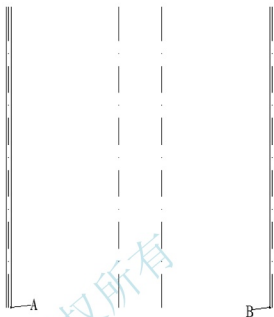
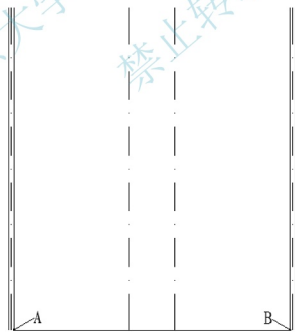

图 4.86 绘制外墙
图 4.87 绘制 AB 辅助线
(1) 将【墙】图层设置为当前层, 用【多线】命令绘制外墙。注意, 制作样板时已经将当前多线样式设置为【STANDARD】, 且将对正方式修改为“无”, 比例修改为“240”, 所以启动【多线】命令后, 不需对任何参数修改就可以直接绘制 240mm 厚的墙体, 结果如图 4.86 所示。
(1) 将【梁板】图层设置为当前层并绘制一条水平线，线的起点和终点分别在图 4.86 所示的 A 和 B 处，结果如图 4.87 所示。